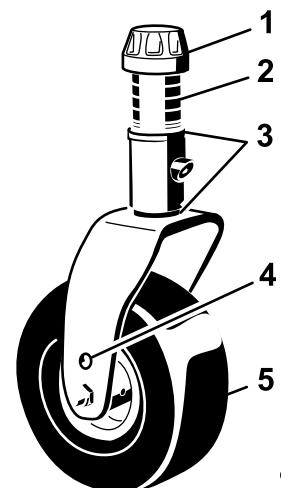

図 33
3. 刈高がステッカー 図 33 と合わない場合には、シム 3 mm を前キャスタフォークに取り付けて調整する 刈り高の調整 \(ページ 29\)を参照。